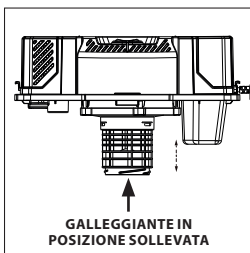

FIG. 5
- Il presente aspiratore a umido/a secco è dotato di un meccanismo galleggiante che si solleva automaticamente per interrompere il flusso d'aria una volta che il liquido nel serbatoio abbia raggiunto un determinato livello. Quando ciò accade, spegnere l'aspiratore, scollegare il cavo e svuotare il serbatoio della polvere. Sarà possibile accorgersi che il galleggiante ha interrotto il flusso d'aria perché l'aspirazione cesserà e il rumore del motore diverrà più acuto per la sua aumentata velocità. La capacità di liquido può variare in base alla velocità di aspirazione. (Fig. 5)